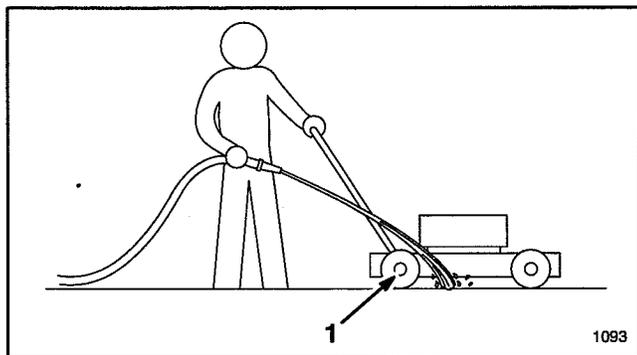

Figure 31
4. Tenir le tuyau d'arrosage à la hauteur du mancheron et diriger le jet vers le sol, juste devant la roue arrière droite (Fig. 31). La rotation de la lame aspire l'eau sous la tondeuse et rince les déchets. Laisser couler l'eau quelques minutes, ou jusqu'à ce que l'eau qui s'écoule de la tondeuse ne contienne plus d'herbe.